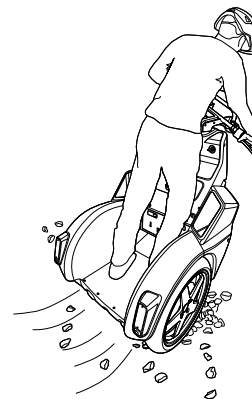

Figura 21: Evitare le superfici a bassa trazione
- Evitare le superfici scivolose e a bassa trazione come la neve, il ghiaccio, i pavimenti bagnati, l'erba bagnata o altre superfici che possono causare una perdita di trazione (**Figura 21**).